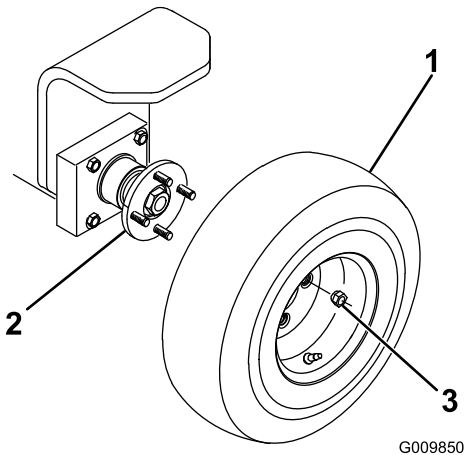

Figura 2
- 1. Monte el conjunto de la rueda sobre el cubo de la rueda trasera (Figura 2).
- 2. Instale las tuercas de las ruedas (Figura 2) y apriételas a 61–88 Nm).